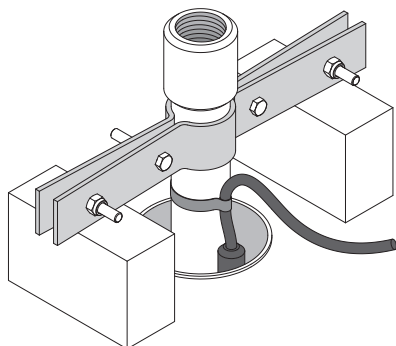

Fig. 7.5 - Pour plus de détails, voir page 401
- Il est conseillé de raccorder d'abord une courte section de tuyau à l'orifice de la pompe et d'y fixer le câble d'alimentation électrique. À l'autre extrémité, sous le manchon ou la bride d'accouplement, fixer un support d'appui (Fig. 7.5).